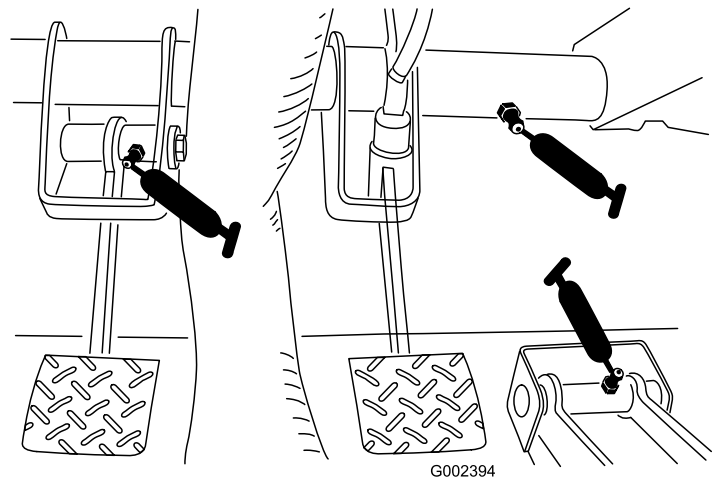

Figure 43
- Embrayage (1), accélérateur (1), frein (qté 1) (Figure 43)